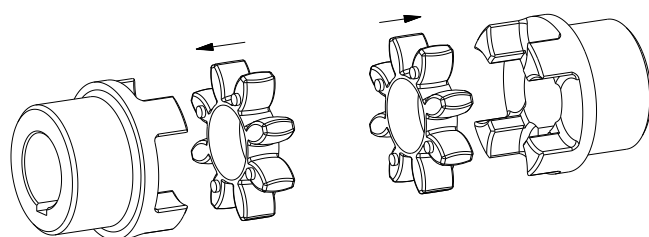

図 14: スパイダーの取付け
- ハブの爪部にスパイダーを挿入して下さい (図 14 をご参照)。